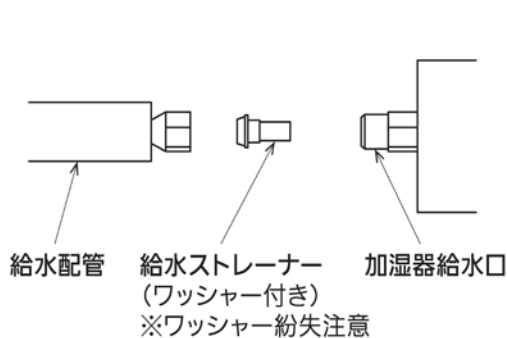

図 1
- ① 給水配管を取りはずしてください。(図 1)
※給水ストレーナー、ワッシャーを紛失しないようご注意ください。(図 1)
- ② 給水口に挿入されている給水ストレーナーを取りはずし、内側のゴミを洗い落としてください。
※給水ストレーナーを抜き取る時、ワッシャーを紛失しないようご注意ください。(図 1)